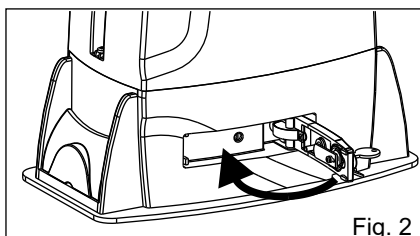

Fig. 2
- 2) Reestablecer el bloqueo mecánico (Fig.2).